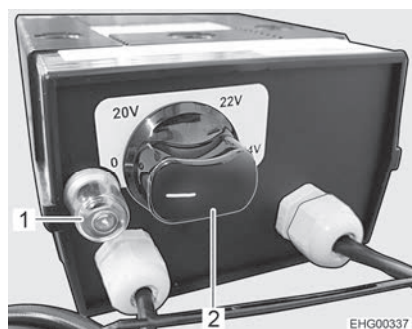

Fig. 129 Régulateur du chauffage électrique du plancher
- Tourner le bouton tournant (Fig. 129,2) sur la température souhaitée.
- Tourner le bouton tournant (Fig. 129,2) sur la position "0".
Quand le régulateur est surchargé, la protection contre les surcharges se déclenche. La goupille (Fig. 129,1) sort de son logement.
- Enfoncer la goupille (Fig. 129,1) de la protection contre les surcharges, une fois que le régulateur est refroidi.